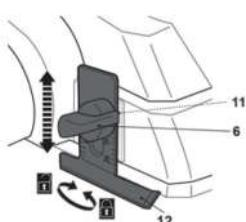

Imagen 1
Alinhe o slot da profundidade do rebate calibre (12) para a rosca de montagem (11) e fixe-o com um parafuso borboleta (6) (Imagen 1).
Prima o interruptor de ligar/desligar (2) para ligar o produto (Imagen 1). Liberte o interruptor de ligar/desligar (2) para desligar o produto.